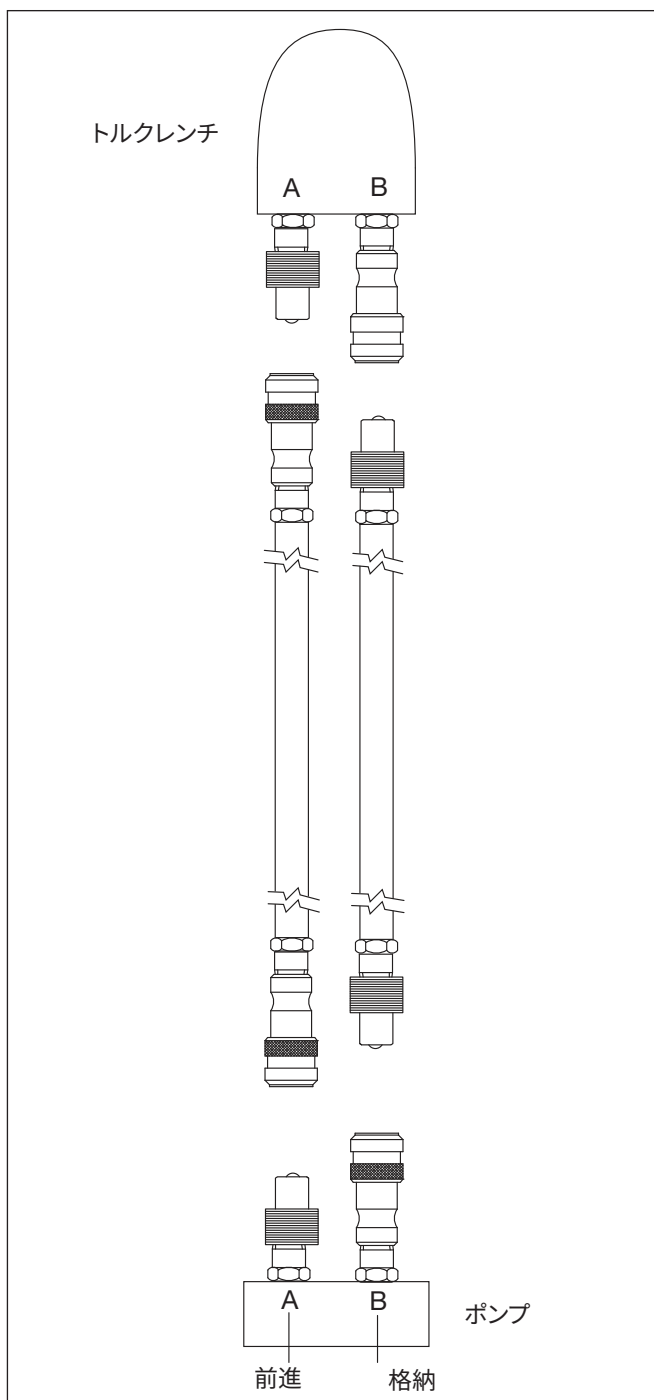

図4: トルクレンチへの接続
2. 図4に示すように、ホースをトルクレンチに連結します。カブラロックリングを手で締め付けます。Enerpac製ポンプとトルクレンチを組み合わせて使用する場合、ホースおよびカブラは、ポンプの前進ポートがレンチの前進ポートにのみ接続でき、ポンプの格納ポートがレンチの格納ポートにのみ接続できるように設計されています。